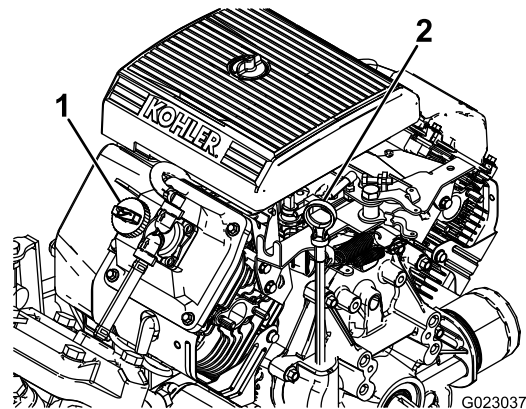

Bild 10
2. Nehmen Sie den Peilstab heraus und wischen Sie ihn mit einem sauberen Lappen ab (Bild 10).
4. Wenn der Ölstand niedrig ist, nehmen Sie den Fülldeckel von der Ventilabdeckung ab (Bild 10) und füllen Öl auf, bis der Ölstand die VOLL-Markierung am Peilstab erreicht. Angaben zur richtigen Ölsorte und zur Viskosität finden Sie unter Warten des Motoröls \(Seite 54\).